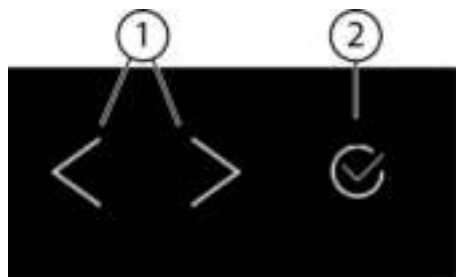
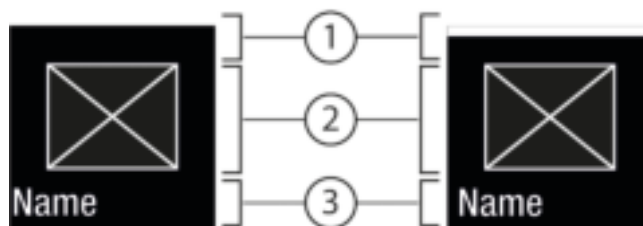
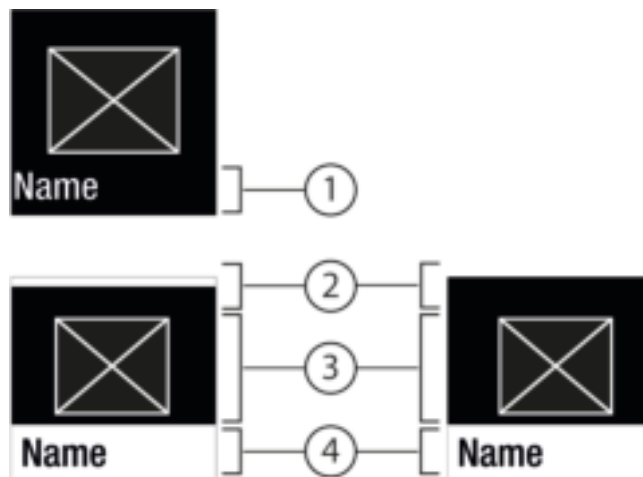

Fig. 5
Fig. 6
Fig. 7
- (1) Navigatiepijl links / rechts
- (2) Bevestigen
#### Navigatiepijl links / rechts Fig. 5 (1):
#### Bevestigen Fig. 5 (2):
- Met de navigatiepijl links / rechts Fig. 5 (1) navigeren.
- Met bevestigen Fig. 5 (2) de functie / instelling activeren Fig. 6 (1) / deactiveren Fig. 6 (1).
- Met bevestigen Fig. 5 (2) het submenu Fig. 7 (4) oproepen.
- Nieuwe waarde instellen: Met bevestigen Fig. 5 (2) een gedeactiveerde waarde Fig. 6 (1) selecteren.
- Terug naar het menu: Met bevestigen Fig. 5 (2) de al geactiveerde waarde Fig. 6 (2) selecteren.
- ▶ Druk zo vaak op de navigatiepijlen *Fig. 5 (1)* tot de wordt weergegeven.
- ▶ Bevestigen *Fig. 5 (2)* indrukken.
- ▶ Druk zo vaak op de navigatiepijlen *Fig. 5 (1)* tot de reinigingspositie wordt weergegeven.
- ▶ Met de navigatiepijlen *Fig. 5 (1)* de instelwaarde kiezen.
- ▷ Status: geactiveerd *Fig. 6 (1)* wordt kort op het submenu *Fig. 7 (4)* weergegeven.
- ▶ Navigatiepijlen *Fig. 5 (1)* zo vaak indrukken totdat instellingen  wordt weergegeven.
- ▶ Druk zo vaak op de navigatiepijlen *Fig. 5 (1)* tot de gewenste instelling wordt weergegeven.
- ▶ Bevestigen *Fig. 5 (2)* 3 seconden lang indrukken.